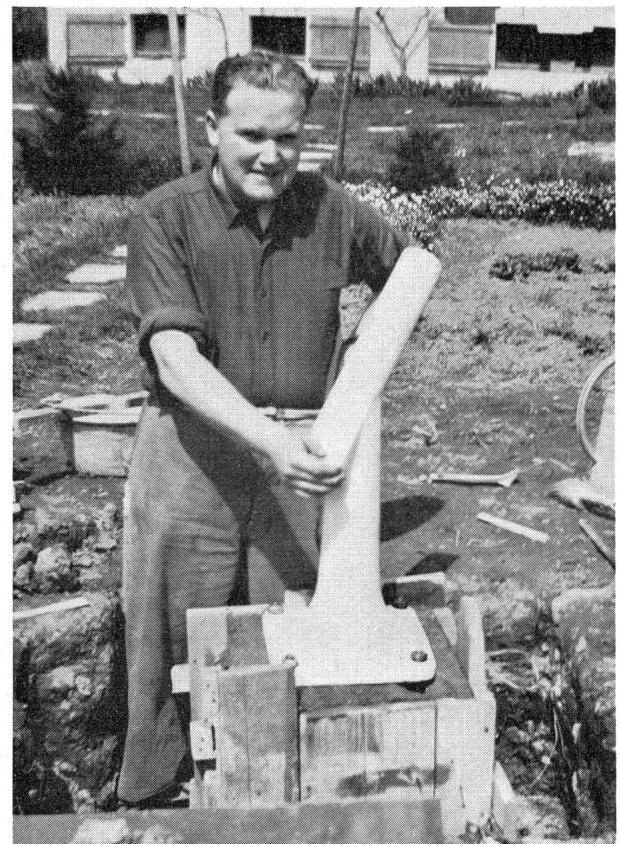

Abb. 1: Der Autor beim Einbetonieren des Stativfusses am 5. 5. 1956.
- 4. 4. bis 26. 5. 56: Ferienarbeit: Anfertigung des stationären Knicksäulenstatis, Aushub im Garten von $1 \times 1 \times 1,3$ m für Platte aus 80 cm dickem Beton, darauf Sockel 60×60 cm, armiert (Sockel überragt Erdboden um 10 cm); Montage des Knicksäulenstatis (vgl. Bild 1).